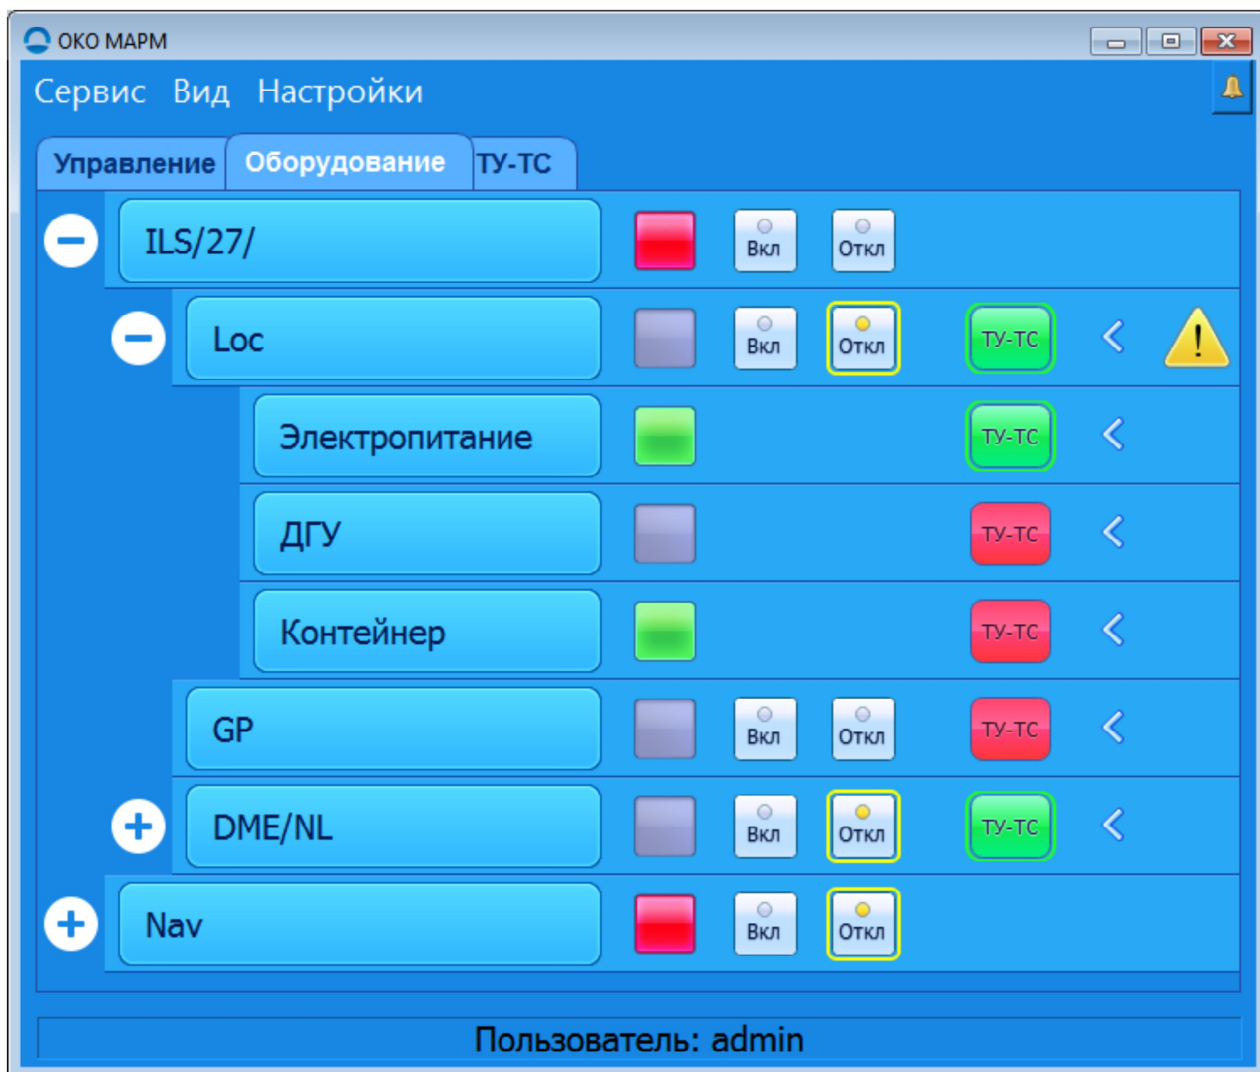

Рисунок 2.11 – Функциональная схема системы питания шкафа
2.7 Из программы ОКО можно вызвать программу РКО системы питания шкафа, нажав на виртуальную кнопку «Электропитание», расположенную под кнопкой «Loc» (рисунок 2.11)